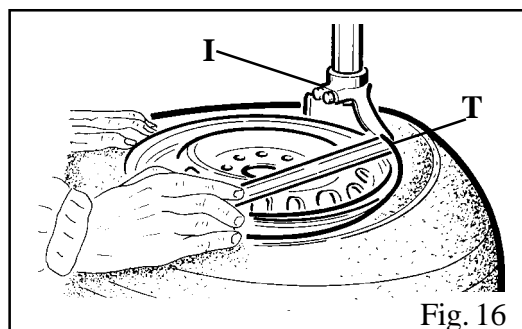

Fig. 16
- Posizionare le griffe di bloccaggio (G) in modo che risultino completamente chiuse.
- Appoggiare il pneumatico sulle griffe e premere il pedale (V) per allargare le griffe e bloccare il cerchio.
- Richiamare il palo (P) premendo il pedale (H)
- Posizionare il pulsante di bloccaggio (K) in posizione 2. Spostare il braccio operante (M) fino ad appoggiare la torretta (I) sul bordo superiore del cerchio e bloccare il tutto premendo il pulsante di bloccaggio in pos.1. In questo modo abbiamo bloccato il braccio sia in senso verticale e orizzontale spostando automaticamente la torretta integrale (I) di circa 2 mm. dal cerchio.
- Con l'aiuto della leva (T), infilata fra tallone e la parte anteriore della torretta integrale (I), portare il tallone del pneumatico sopra la torretta stessa (Fig. 16)